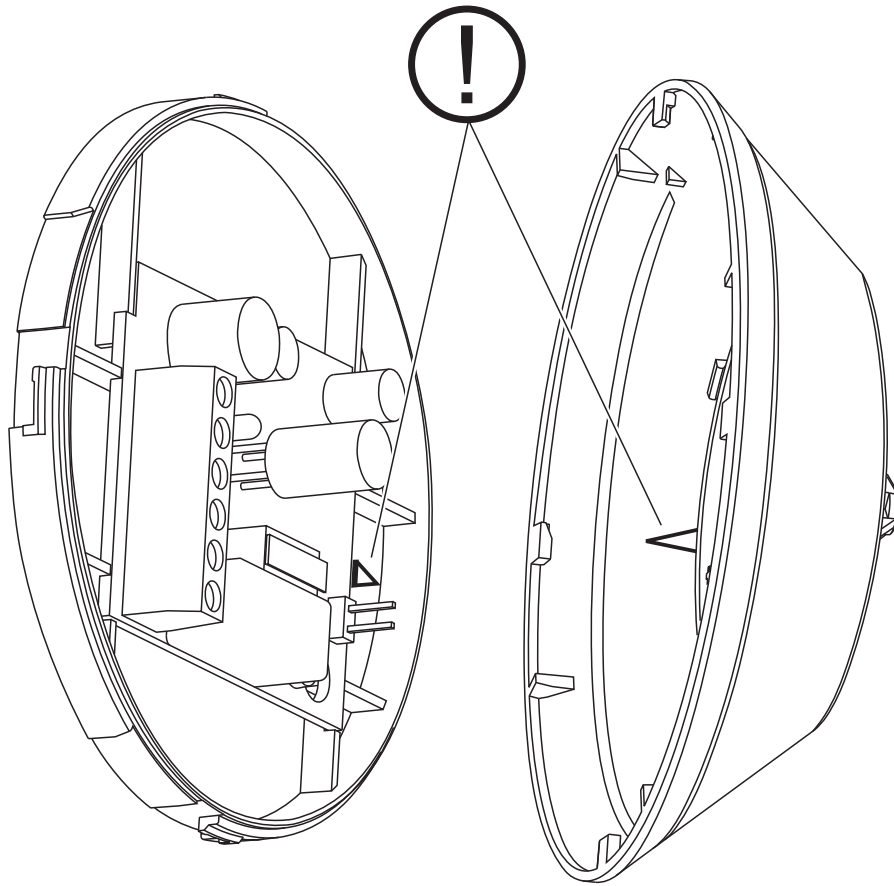

Abbildung 3. Position der Zeiger beim Schließen des Gehäuses.
9. Schließen Sie das Gehäuse. Achten Sie darauf, dass die am Deckel und an der hinteren Gehäusewand angebrachten Zeiger einander gegenüber liegen (siehe Abbildung 3).